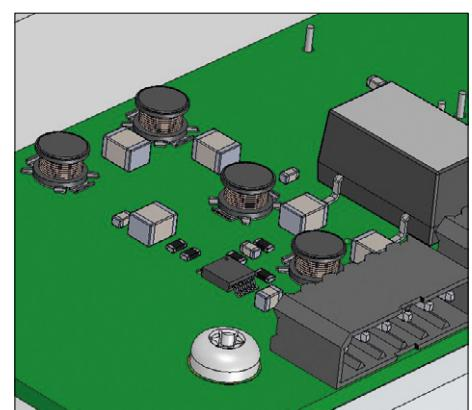

Figure 3. Intégration mécanique 3D.
**R** Depuis quelques années, l'électronique et la mécanique bénéficient d'une modélisation combinée en trois dimensions qui permet d'étudier à l'écran l'intégration des cartes dans leur environnement (fig. 3). Cela simplifie non seulement la phase de dessin technique, mais permet aussi de résoudre les problèmes thermiques. Enfin, il n'a jamais été aussi simple, rapide et économique de faire réaliser son circuit imprimé par des services de professionnels n'importe où dans le monde.